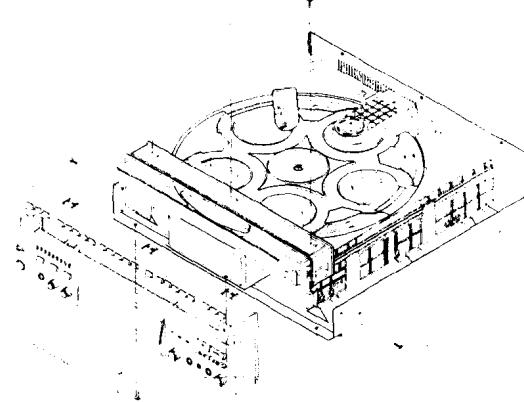

图 1.2.2 前面板的拆卸
1.2.2 拆卸面板 (如图 1.2.2)
- (1) 拆下上部和下部各 3 个螺钉, 再拆下左右各 1 个螺钉, 如图 1.2.2 中的①。
- (2) 按图 1.2.2 依次拆下仓门和前面板。